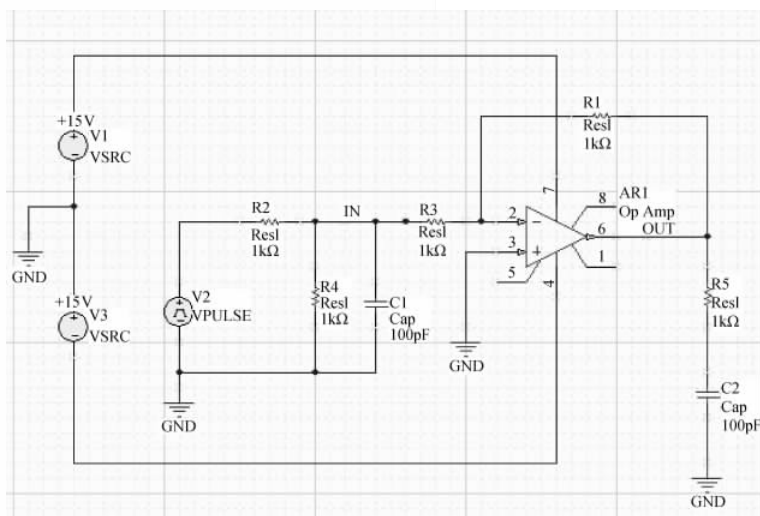

图 3-40 添加 IN 和 OUT 网络标号
(6) 在如图 3-40 所示的电路中,按照前面的方法,将 V1 和 V3 的直流电源设置为+15V。
(7) 为了后面分析仿真结果的方便,按图 3-40 所示的电路,在放大器的输入和输出端分别放置名字为 IN 和 OUT 的网络标号。